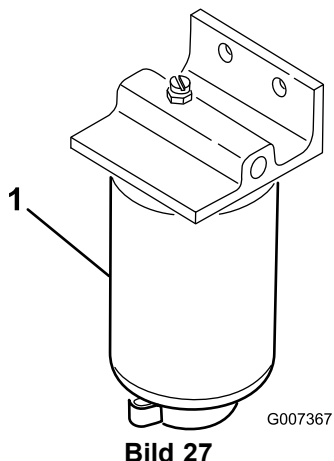

Bild 27
2. Stellen Sie eine Auffangwanne unter den Kraftstofffilter (Bild 27).
3. Öffnen Sie die Ablassschraube unten am Kraftstofffilter und lassen angesammeltes Wasser ablaufen (Bild 27). Ziehen Sie anschließend die Schraube wieder fest.